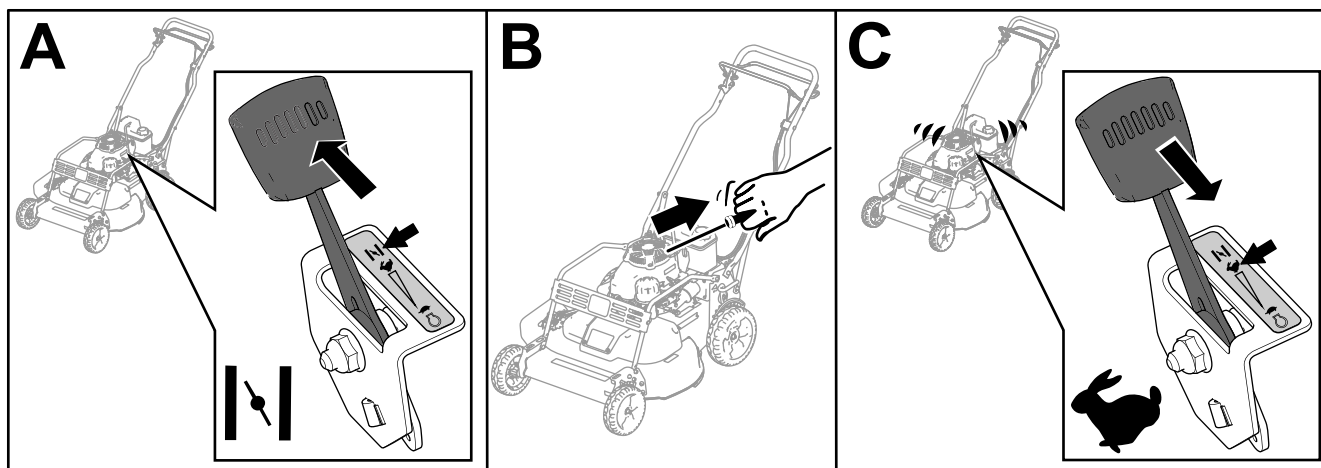

Figure 15
3. Réglez la commande d'accélérateur en position DÉMARRAGE À FROID (A de Figure 15).
4. Tirez légèrement sur la poignée du lanceur jusqu'à ce que vous sentiez une résistance, puis tirez vigoureusement (B de Figure 15).
5. Amenez la commande d'accélérateur en position HAUT RÉGIME quand le moteur démarre (C de Figure 15).